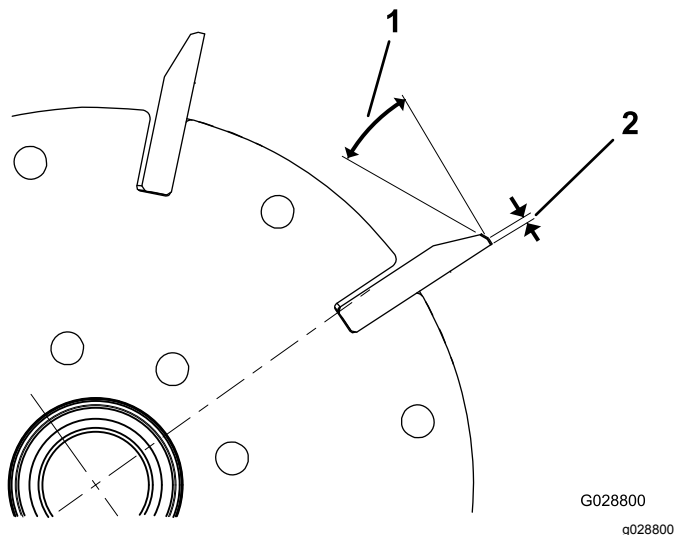

Рисунок 23
1. Произведите 30-градусное затыловочное шлифование всех ножей барабана, пока не будет достигнута ширина витка 1,3 мм (Рисунок 23).